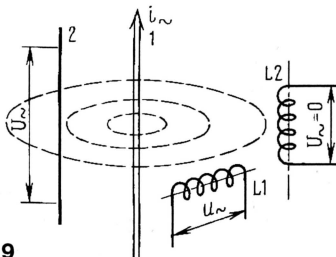

Рис. 9
Магнитные поля создают не только катушки, но и отдельные проводники с током. На рис. 9 показан проводник 1 с током i_1 . Вокруг проводника образуется магнитное поле, силовые линии которого (штриховые линии) имеют вид колец, «надетых» на проводник. Если параллельно проходит другой проводник (2), то магнитное поле наведет в нем переменное
Когда в поле проводника попадает катушка, то наведенная в ней ЭДС максимальна при расположении оси катушки параллельно магнитным силовым линиям (катушка L1 на рис. 9) и минимальна в случае расположения оси катушки перпендикулярно силовым линиям (катушка L2).